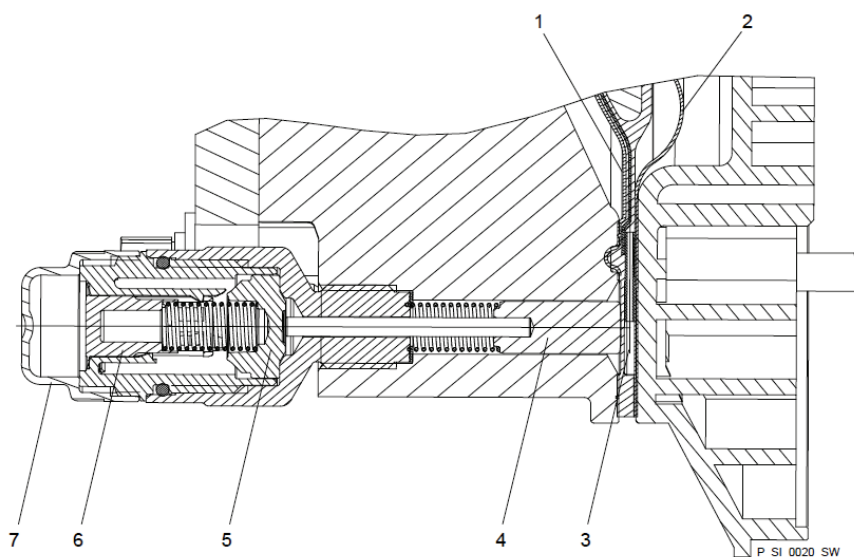

Рис. 35. Система сигнализации о разрыве диафрагмы Sigma в поперечном сечении (версия «Оптический датчик разрыва»)
2. ➤ Если на поршень датчика — см. рис. 35, позиция 4 — попала влага или грязь, его и углубление, в котором он находится, необходимо очистить.